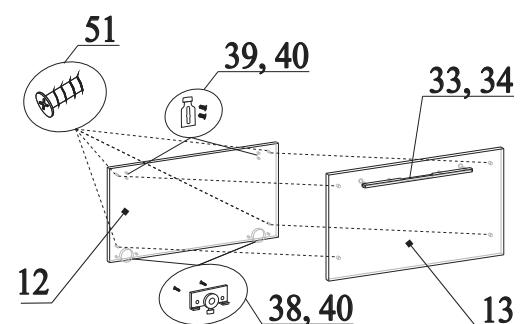

Рис.11
29. К нижней части детали 12 винтами 40 прикрутить ходовые элементы 38 (рис.11);
30. К верхней части детали 12 винтами 40 прикрутить направляющие элементы 39. Вначале элементы установить свободно (рис.11);
31. Прикрутить ручки 33 к детали 13, надев на винты насадное кольцо 34 (рис.11);
32. Соединить детали 12 и 13, вкрутив винты 51 в муфты на детали 13 через отверстия на детали 12 (рис.11);